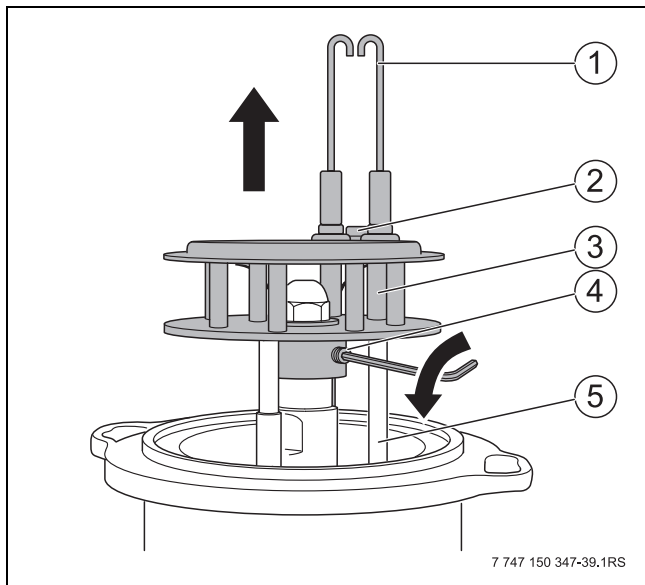

Bild 50 Mischsystem ausbauen
- Schraube (Bild 50, [2]) zwischen den Zündelektroden lösen.
- Zündelektrode (Bild 50, [1]) ausbauen.
- Mischsystem mit Gewindestift (→ Bild 50 , [4]) sichern.